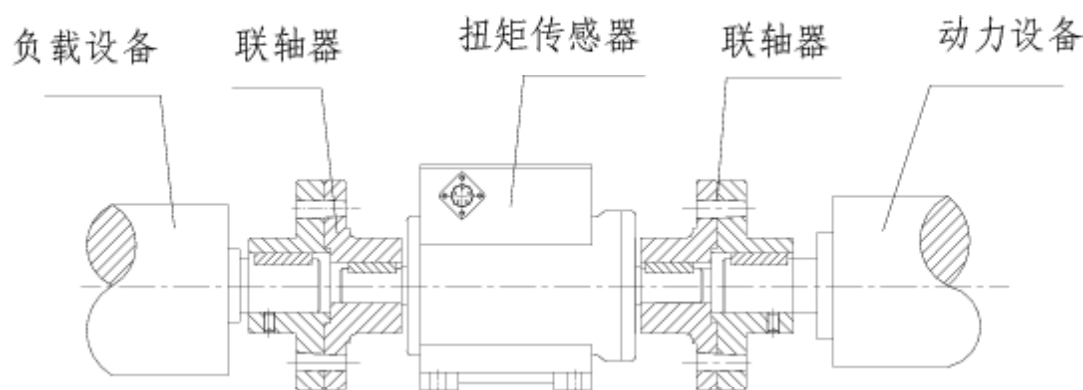

图13 弹性柱销连接示意图
(1)弹性柱销联轴器连接：如图 13 所示，此种连接方式结构简单，加工容易，维护方便。能够微量补偿安装误差造成的轴的相对偏移，同时能起到轻微减振的作用。适用于中等载荷、起动频繁的高低速运转场合，工作温度为-10-50℃。